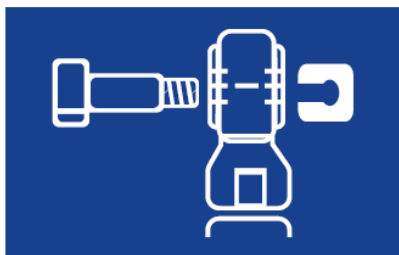

Fig. 4
1. Odkręć śrubę mocującą (Fig. 4).